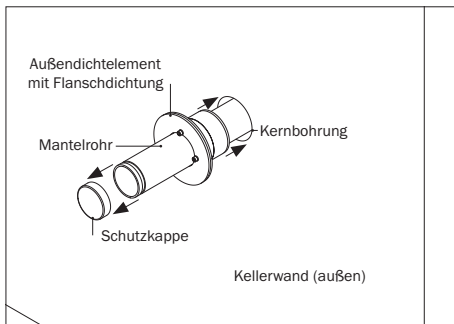

Abbildung 5.5: Schutzkappe entfernen und **Außendichtelement mit Flanschdichtung** über das Mantelrohr in die Kernbohrung schieben
- **Außendichtelement mit Flanschdichtung:** Schieben Sie das **Außendichtelement** außenseitig mit dem Dichtelement voran über das Mantelrohr bis in die Kernbohrung, sodass der Flansch des Außendichtelements an der Kellerwand liegt (s. Abbildung 5.5).